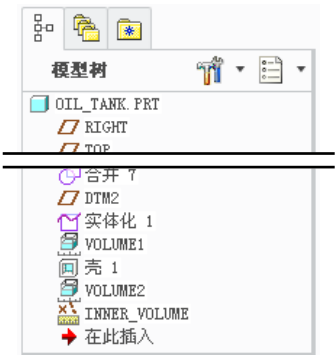

图 11.2.21 模型树
完成上述估算内部容积过程后，模型树如图 11.2.21 所示，在模型树中显示了 VOLUME1、VOLUME2 和 INNER_VOLUME 三个分析特征。
- (1) 在图 11.2.21 所示的模型树中，右击 INNER_VOLUME。
- (2) 从弹出的快捷菜单中选择 信息 ➤ ➡ 特征 命令。